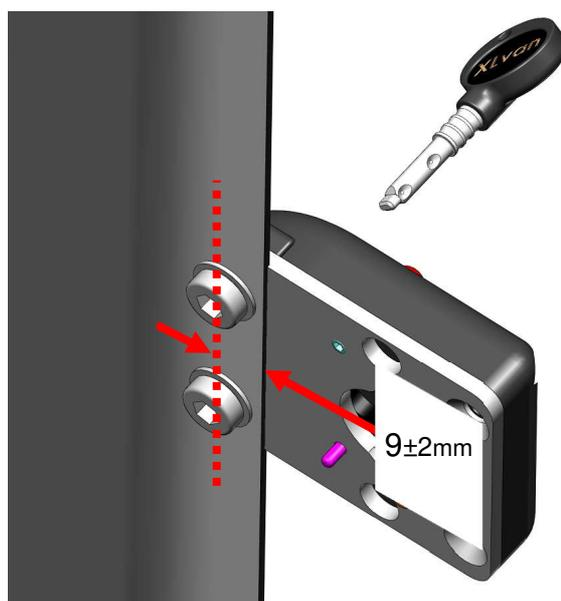

Fig.5
- La posizione dei primi due fori da 8 è a circa 9 ± 2 mm dal bordo verticale della portiera che apre (vedi fig.5). Si tratta di una superficie del portellone molto resistente. La tolleranza indicata serve a consentire il posizionamento della testa cilindrica del perno M8 entro il bordo e mai oltre esso.
Prima di forare verificare che la testa del perno M8 sia contenuta nel bordo (vedi fig.5).